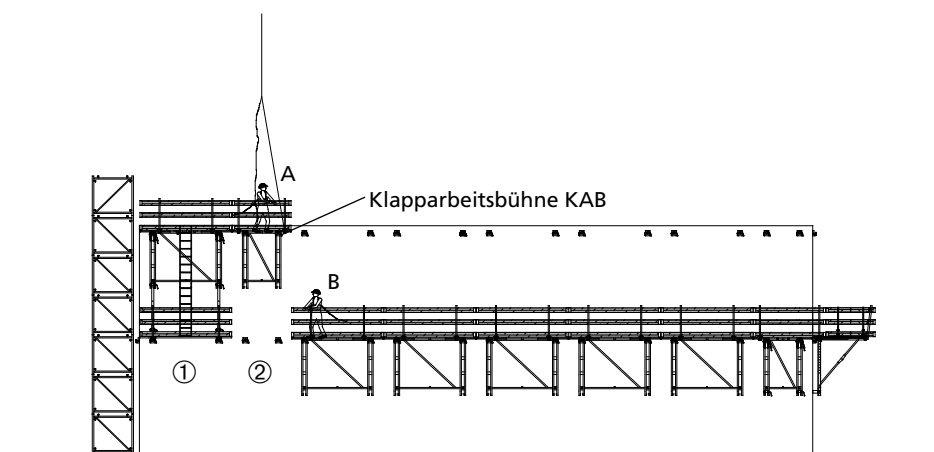

Abb. 31.2
10. Nach Sicherung des Einhängeschuhs KAB entfernt Person A das Kranseil an der Bühne KAB (Abb. 31.2).